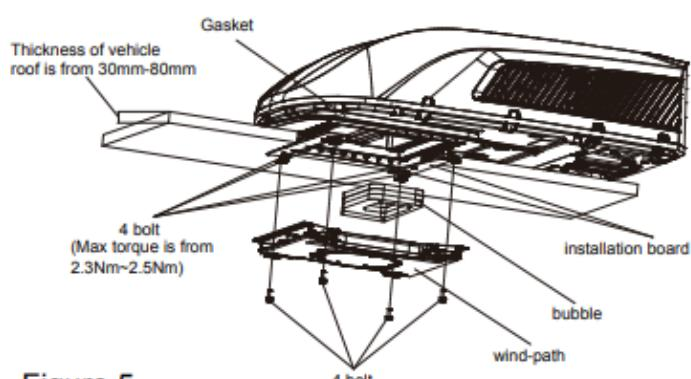

Figure 5
3. Portez ensuite l'unité extérieure sur le toit du véhicule et alignez-la sur les ouvertures du toit du véhicule. Utilisez deux jeux de plaques de montage et quatre boulons pour monter l'unité extérieure. En ce qui concerne l'installation des plaques de montage, les trous de ces 4 longs boulons doivent être alignés avec les 4 trous de l'adaptateur, puis les plans supérieurs du bord inférieur des deux plaques de montage doivent être superposés à la surface inférieure du toit du véhicule (voir figure 5). (Voir figure 5).
6. Installer la mousse sur le conduit d'air. Utilisez 4 vis pour fixer le conduit d'air sur la plaque de montage. Après avoir raccordé l'unité extérieure à l'unité intérieure, vérifiez que la mousse ne s'est pas détachée (voir figure 5).